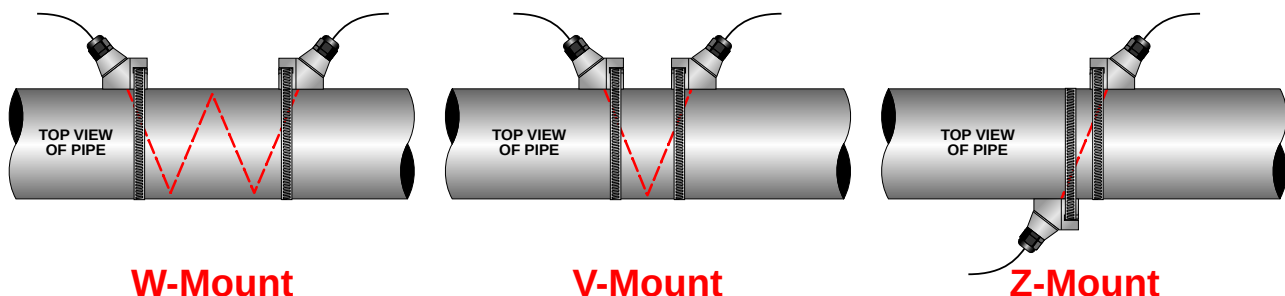

ABBILDUNG Q.1 – BEFESTIGUNGSKONFIGURATIONEN DES MESSAUFNEHMERS
- 2) Falls für die Anwendung DTTN-, DTTL- oder DTTH-Sensoren erforderlich sind, ist die Befestigungsmethode für die Sensoren anhand der Rohrgröße und der Flüssigkeitsmerkmale zu wählen. Siehe **Tabelle 2.2**. Die Konfiguration der Sensoren ist unten in **Abbildung Q.1** dargestellt.